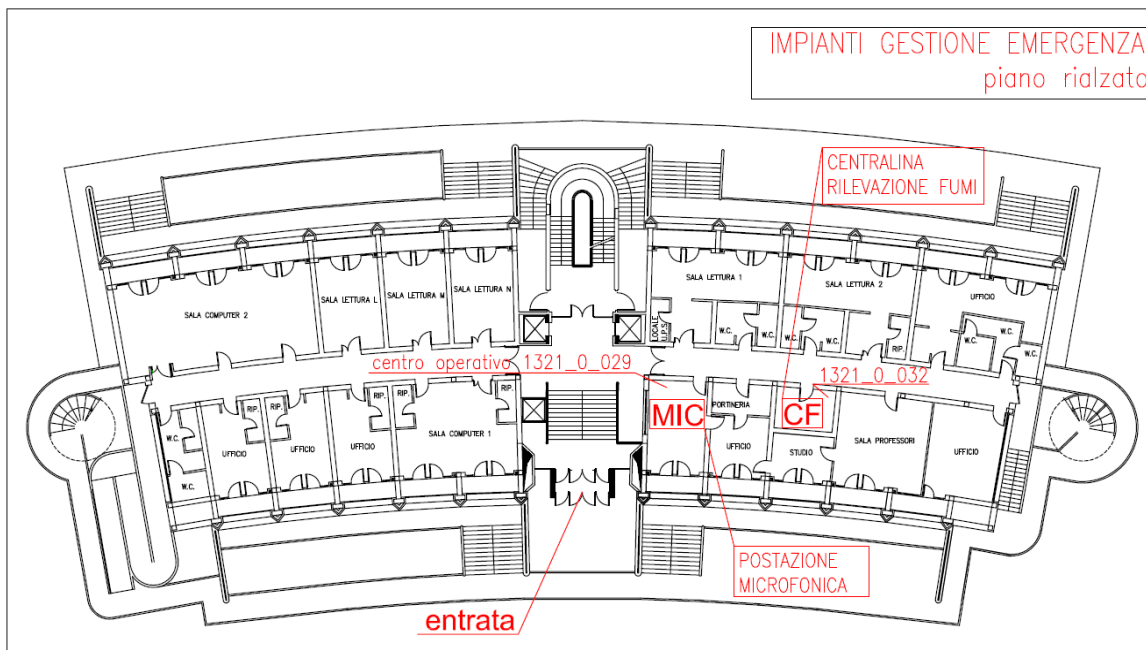

Figura 1. Impianti gestione emergenze.
La struttura è dotata di un sistema di allarme automatico per la rilevazione e segnalazione di incendi. L'impianto è costituito da una centrale di comando ubicata nel locale 1321_0_032 al piano rialzato (vedi p.to 3.3 - Figura 1), da rilevatori di fumo (nei locali ove previsti dalla norma), da pulsanti manuali e da targhe ottico/acustiche.
Per la gestione dell'emergenza e dell'evacuazione è inoltre presente un impianto di diffusione sonora con altoparlanti la cui centrale di comando e postazione microfonica è collocata nella reception al piano rialzato (locale 1321_0_029, vedi p.to 3.3 – Figura 1); tale impianto viene utilizzato per la comunicazione di preallarme e di ordine di evacuazione.
1. ai Vigili del Fuoco (115)
- Valuta autonomamente l'opportunità di avviare il segnale di EVACUAZIONE della struttura mediante la postazione microfonica posta nella reception al piano rialzato (vedi p.to 3.3 – Figura 1);
- effettua la chiamata ai **Vigili del Fuoco (115)** e se necessario **dell'autoambulanza (118)**;
- ordina l'evacuazione dell'edificio (messaggio vocale preregistrato) mediante la postazione microfonica posta nella reception al piano rialzato (vedi p.to 3.3 – Figura 1);